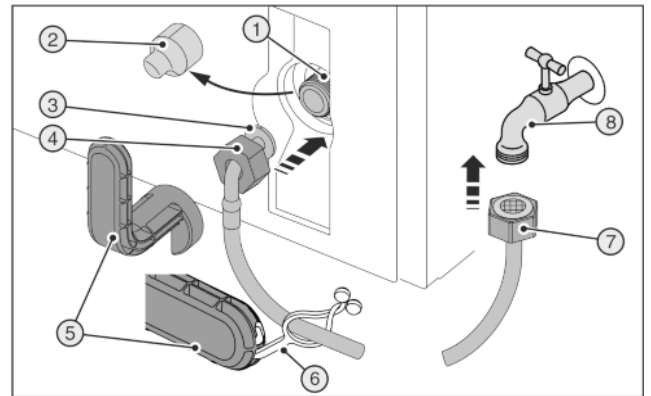
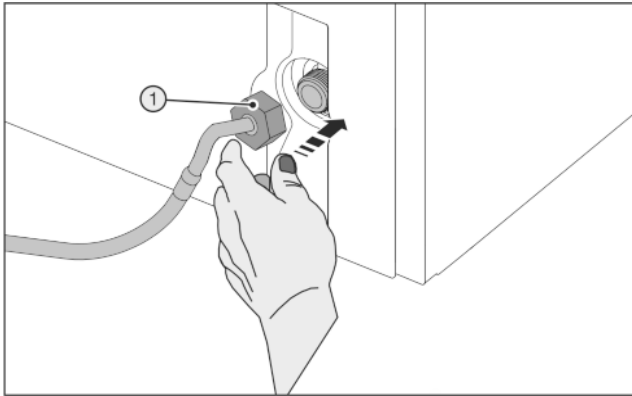

Fig. 28
Fig. 29
Zerbrochenes Hilfswerkzeug Fig. 28 (5)!
- ▶ Hilfswerkzeug Fig. 28 (5) ausschließlich bei Raumtemperatur verwenden.
- ▶ Abdeckung Fig. 28 (2) abziehen.
- ▶ Erleichterte Montage: Gerades Schlauchende Fig. 28 (7) nach links auf den Boden auslegen.
- ▶ Mutter Fig. 28 (4) über abgewinkeltes Schlauchende Fig. 28 (3) bis zum Ende schieben und festhalten.
- ▶ Mutter Fig. 29 (1) vorsichtig ansetzen und mit zwei Fingern gerade auf Gewinde schrauben, bis ein sicherer Sitz erreicht ist.
- ▶ Mutter Fig. 29 (1) mit Hilfswerkzeug Fig. 28 (5) im Uhrzeigersinn festziehen bis maximales Drehmoment erreicht ist und Hilfswerkzeug Fig. 28 (5) überdreht.
- ▶ Mutter Fig. 28 (7) auf Absperrhahn Fig. 28 (8) schrauben.
- ▶ Mutter Fig. 28 (7) mit Hilfswerkzeug Fig. 28 (5) im Uhrzeigersinn festziehen bis maximales Drehmoment erreicht ist und Hilfswerkzeug Fig. 28 (5) überdreht.
- ▶ Absperrhahn Fig. 28 (8) der Wasserzuführung öffnen und gesamtes Wassersystem auf Dichtigkeit prüfen.
- ▶ Lasche Fig. 28 (6) in Hilfswerkzeug Fig. 28 (5) einhaken und zur Aufbewahrung am Edelstahlschlauch befestigen.